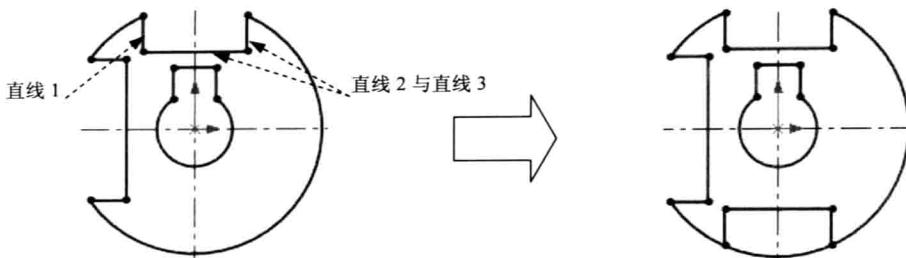

图 2.9 镜像草图 1
- (1) 选择命令。选择下拉菜单 **工具(T)** → **草图工具(I)** →  命令。
- (2) 定义镜像对象。在图形区中选取图 2.9 所示的直线 1、直线 2 和直线 3 作为镜像对象。
- (3) 定义镜像中心线。选取水平中心线作为镜像中心线，结果如图 2.9 所示。